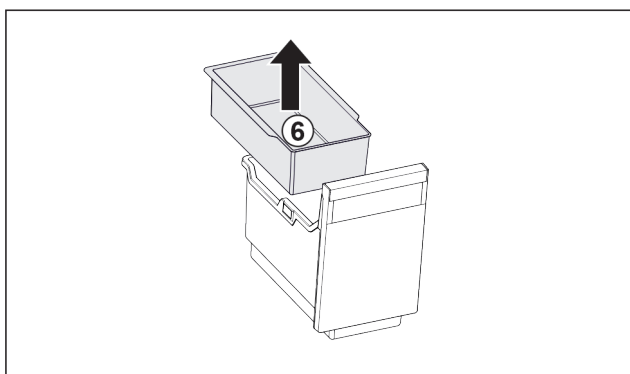

Fig. 81
- ▶ Einhängeschale Fig. 81 (6) entnehmen.